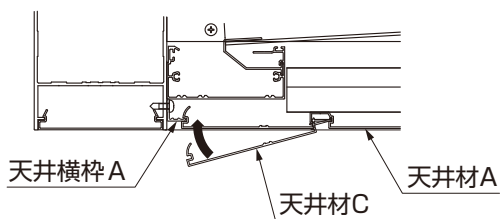

図4-23 天井材Cの取付け
⑥天井材Cを天井材A、天井横枠Aにかん合させて取付けてください。(図4-23参照)